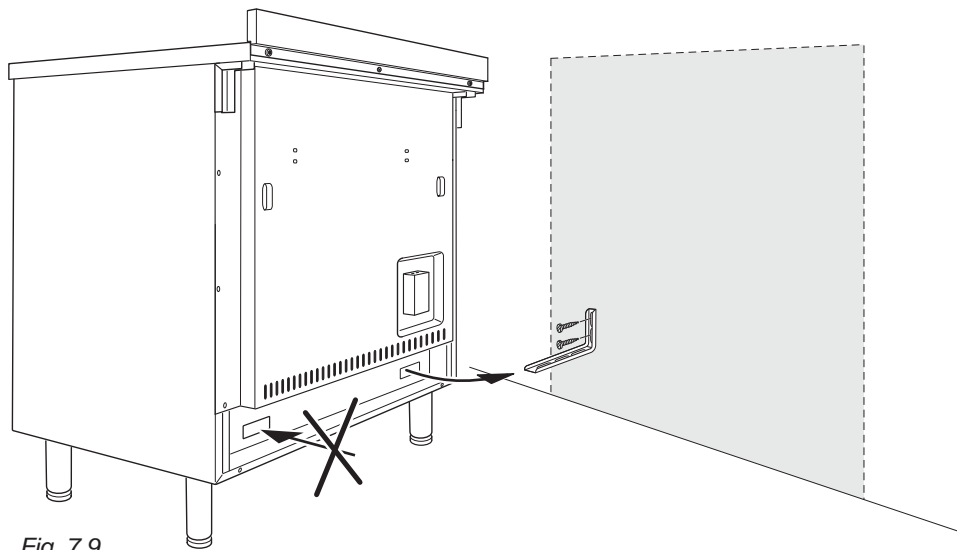

Fig. 7.9
4. Avvicinare la cucina alla parete e regolare l'altezza della staffa antiribaltamento in modo che possa inserirsi nella fessura sul retro della cucina, come mostrato in fig. 7.9.